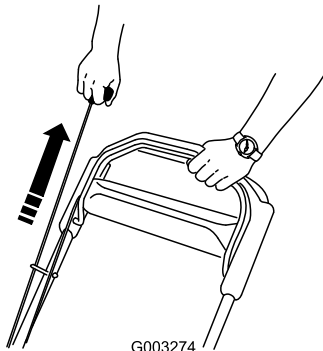

Figura 14
2. Tirate l'avviatore autoavvolgente (Figura 14).